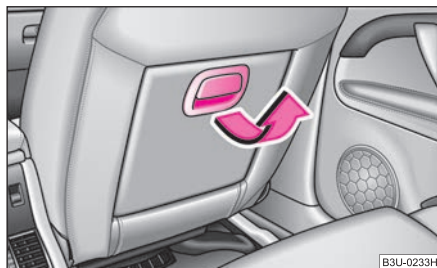

Abb. 58 Beifahrersitz: klappbares Rückenlehnen-Mittelteil
- Ziehen Sie den Griff in Pfeilrichtung ⇒ Abb. 58 und klappen Sie das Mittelteil der Lehne nach unten.